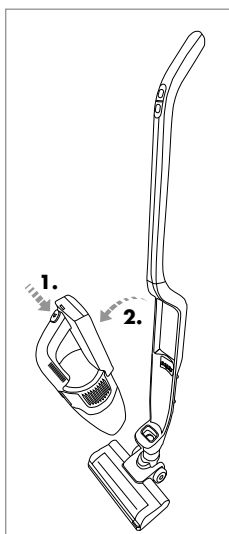

Fig. 4
- 3) Pour détacher la partie portable **3** du manche **12**, saisissez la partie portable **3** par la poignée **2** et appuyez sur la touche de déverrouillage **1**. Tirez la partie portable **3** vers l'avant pour la retirer de la cavité pour partie portable **14** (fig. 4).